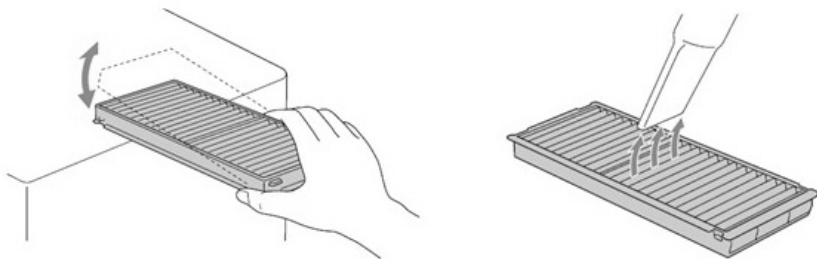

图 6-26 滤网除尘
② 将滤网的前面（灰尘较多一面）朝下，轻敲 4~5 次，抖落灰尘。再将滤网翻过来，按同样的方式敲击另一面。然后使用吸尘器清洁滤网的前面，以清除滤网深层的灰尘，如图 6-26 所示。